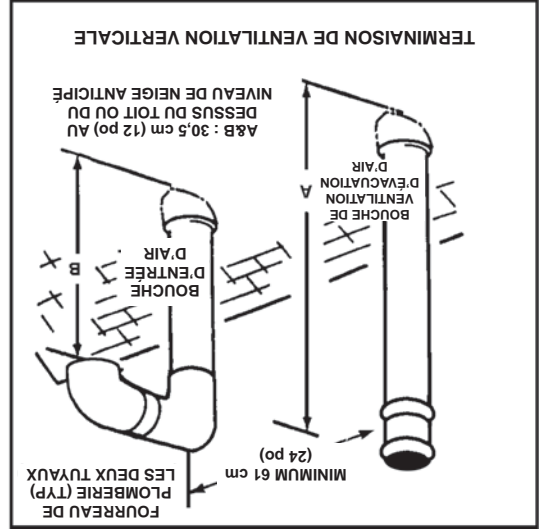
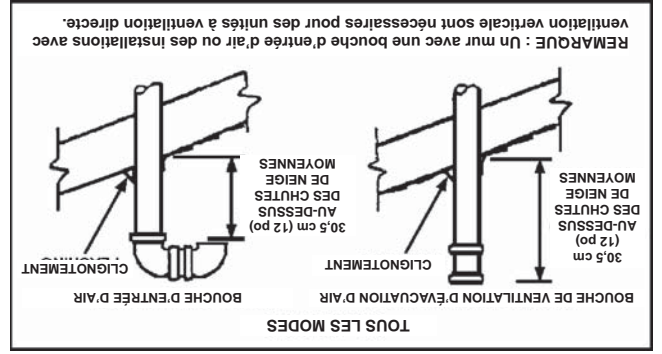

Figure : 18
Figure : 19
4. Prévoir au moins 61 cm (24 po) entre l'axe central de la terminaison d'entrée d'air et entre l'axe central de la terminaison d'évacuation d'air. Voir Figure 18 et Figure 19.